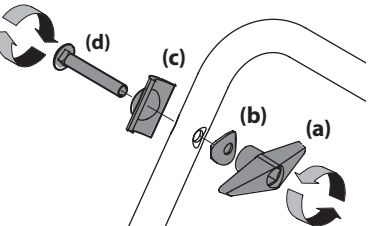

Figura 2-7
- Aflore la perilla de aletas (a), la arandela cóncava (b), la lengüeta de la barra de control (c) y el tornillo de carro (d) que están a ambos lados de la barra de control inferior. Consulte la Figura 2-7.